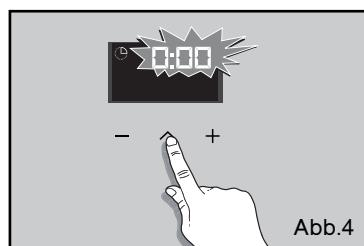

Abb.4
- die Anzeige für die Dauer der Garzeit und 0:00 blinken (Abb.4),